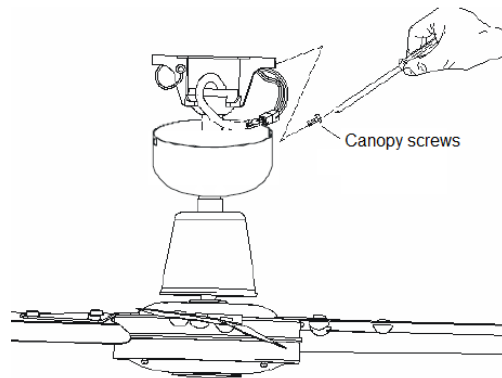

Fig. 9
- Coprire la staffa di montaggio con la calotta. Assicurarsi che tutti i cavi elettrici siano nascosti all'interno della calotta e che non siano stati danneggiati durante questa operazione. Fissare la calotta alla staffa di supporto utilizzando le viti in dotazione. Fig 9.